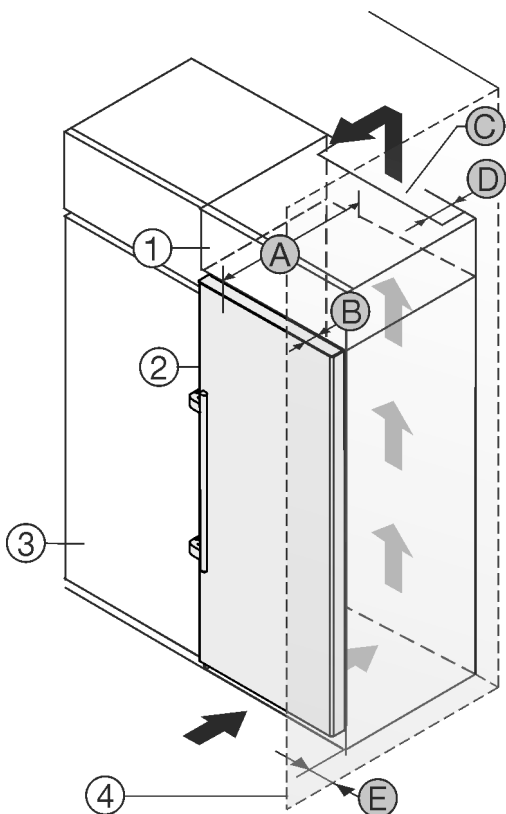

Fig. 2
Vous pouvez placer le réfrigérateur directement à côté de l'armoire de cuisine Fig. 2 (3)*.
Une sortie d'air avec la profondeur Fig. 2 (D) doit être présente au dos de la rehausse sur toute sa largeur.*
La section de ventilation Fig. 2 (C) sous plafond doit être respectée.*
Si le réfrigérateur est installé avec les charnières près d'une paroi Fig. 2 (4), la distance entre le réfrigérateur et la paroi doit être d'au moins 57 mm. Cela correspond au dépassement de la poignée lorsque la porte est ouverte.*
Pour pouvoir ouvrir complètement les portes, le réfrigérateur doit dépasser de la profondeur de la porte Fig. 2 (B) par rapport à la façade du placard. L'appareil peut déborder encore plus en fonction de la profondeur des placards Fig. 2 (3) et de l'utilisation de cales d'épaisseur.*